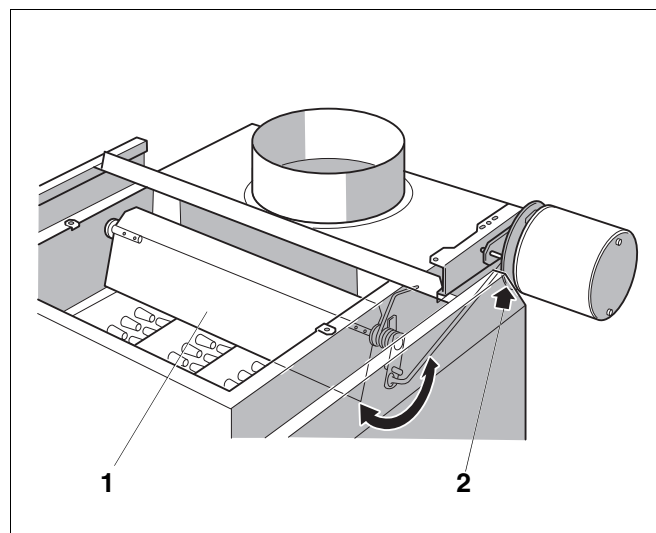

Рис. 31 Запорный клапан дымовых газов в положении "Закрето"
- При запросе на покрытие тепловой нагрузки запорный клапан дымовых газов (Рис. 31, **поз. 1**) должен переходить в положение "Открыто". Проверьте это по движению рычажка (Рис. 31, **поз. 2**). Только когда полностью будет достигнуто положение "Открыто", можно включать газовую горелку.